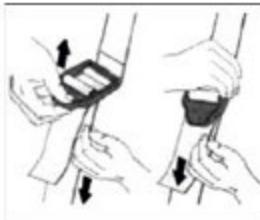

Рис. 10
- Удлините ремень безопасности, потянув его вниз и одновременно подняв конец пряжки вверх (рис.10).
- Укоротите ремень безопасности, протягивая его обратно через пряжку, удерживая пряжку (рис.10).